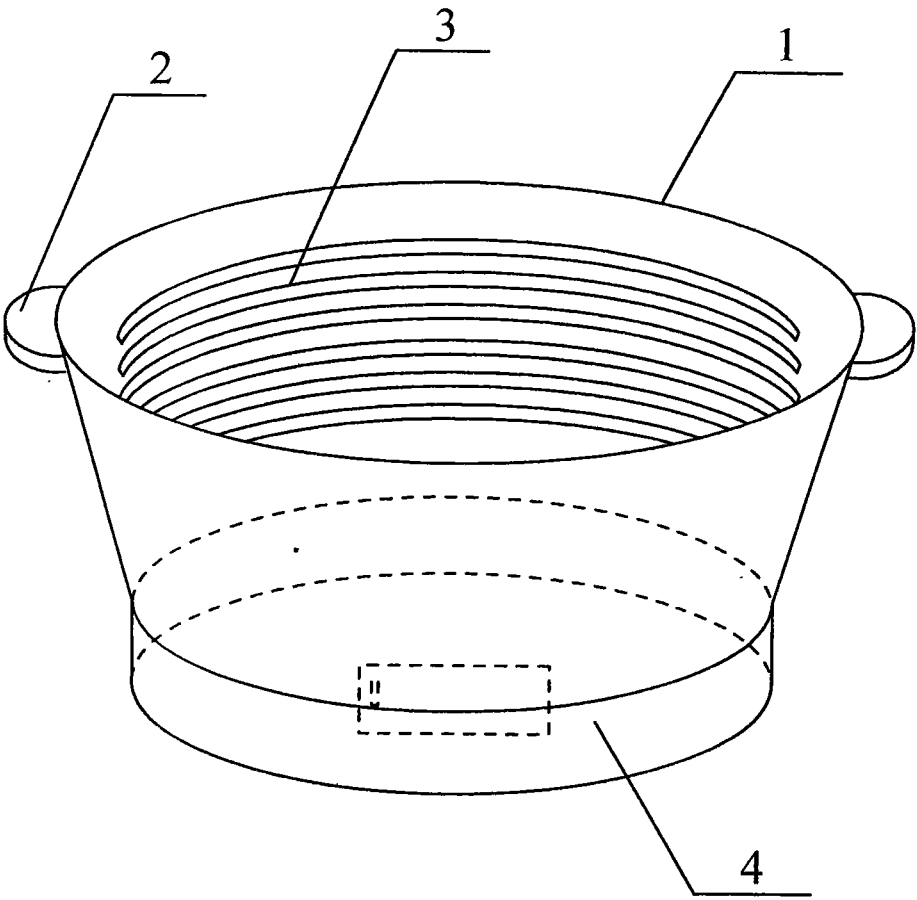

图1
权利要求书 1 页 说明书 2 页 附图 1 页
**附图说明** 图1为本实用新型方便洗衣盆的整体结构示意图。
**具体实施方式** 如图1所示，本实用新型方便洗衣盆，在盆体1边缘对称位置加工有一对把手2；在盆体1一侧内壁上顺次加工多条横向凸棱3；盆底厚度